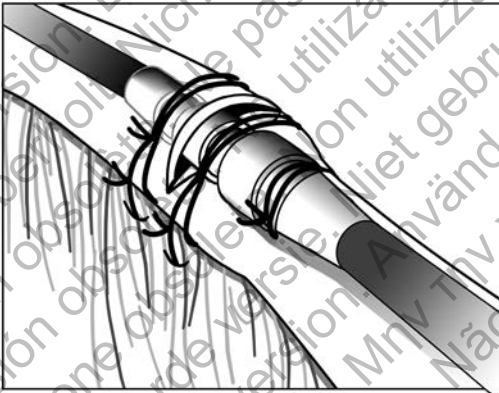

Figura 12. Ejemplo de manguito de sutura, técnica de venotomía
3. Utilice el mismo surco para fijar el cable y la vena a la fascia adyacente (Figura 12 Ejemplo de manguito de sutura, técnica de venotomía en la página 27).